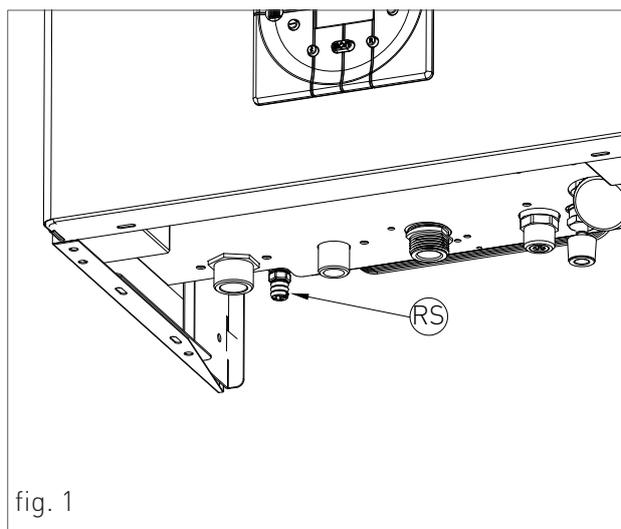

fig. 1
- > Afferrare contemporaneamente le staffe di supporto del pannello comandi (fig. 1) allargandole, e rovesciare il pannello ruotandolo verso il basso;
- > svitare le quattro viti di fissaggio 1 - fig. 1;
- › collegare un tubo flessibile al rubinetto di scarico dell'impianto 'RS' (fig. 1) e collocare l'altra estremità del tubo flessibile ad un adeguato scarico;
- › ruotare il rubinetto di scarico dell'impianto 'RS' (fig. 1);
- › quando tutta l'acqua è defluita, chiudere le valvole di sfiato dei radiatori ed il rubinetto di scarico dell'impianto 'RS' (fig. 1).